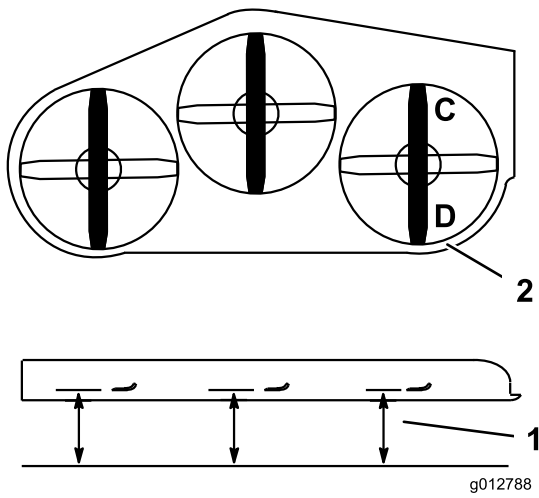

Figure 85
- Tournez la lame droite dans le sens longitudinal (Figure 85).
- Mesurez et notez la distance au point **C** entre la surface plane et le tranchant de la pointe de la lame droite (Figure 85).
- Mesurez et notez la distance au point **D** entre la surface plane et le tranchant de la pointe de la lame droite (Figure 85).
- La lame doit être plus basse de 6 à 10 mm au point **C** qu'au point **D** (Figure 85). Si ce n'est pas le cas, passez aux étapes suivantes.